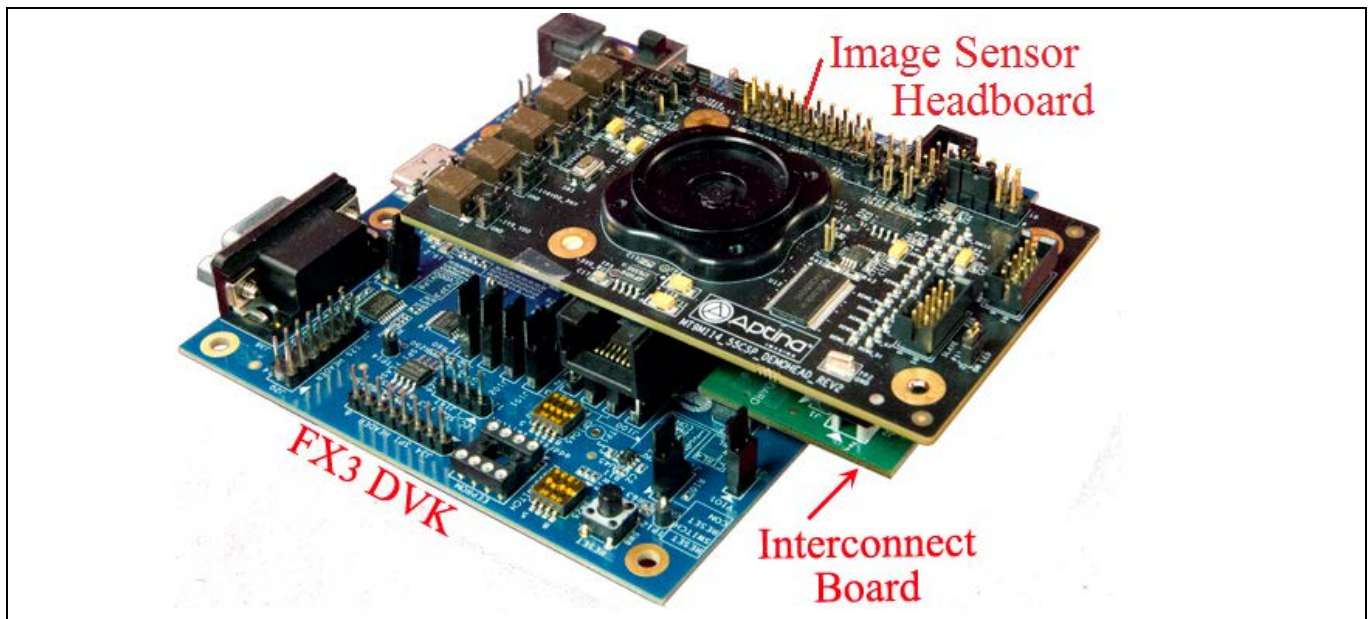

Figure 57 3-Board 720p カメラアセンブリ
3. 相互接続基板に Aptina Image Sensor モジュールを接続します。Figure 57 に 3 個の基板のアセンブリを示します。